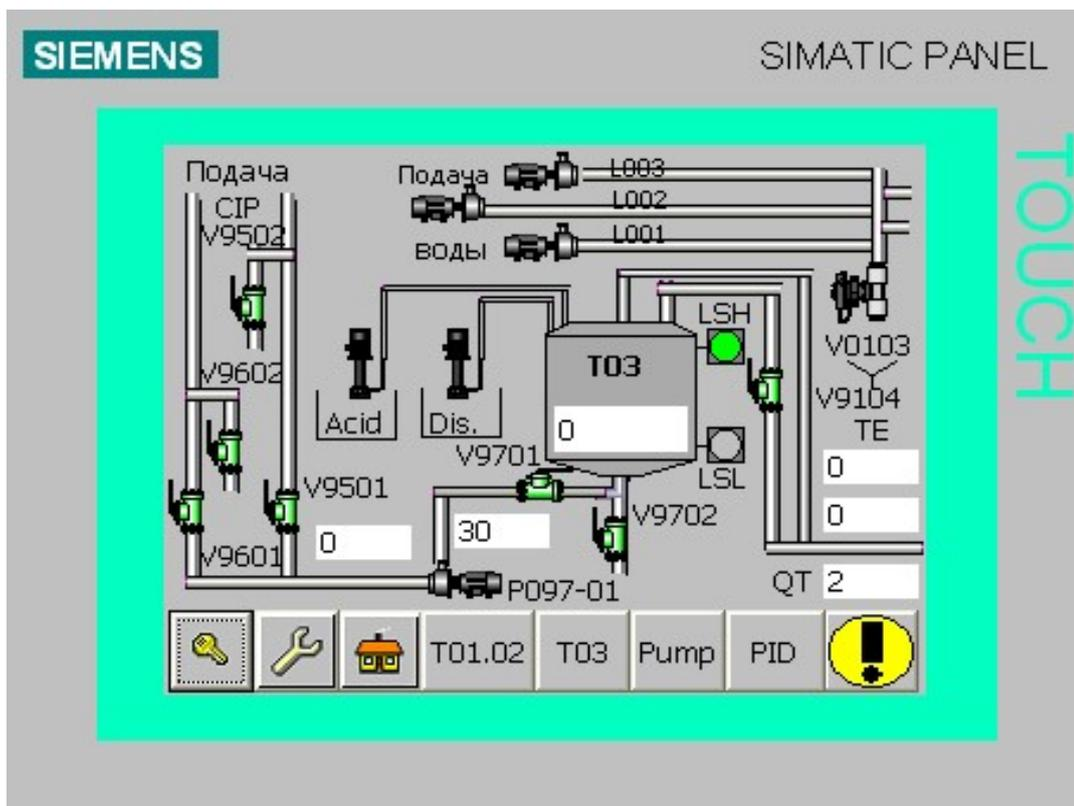

Рис. 3 Окно с моечным танком и дозировкой реагентов мойки
- Переход в окно с моечным танком и дозировкой реагентов мойки (рис.3)